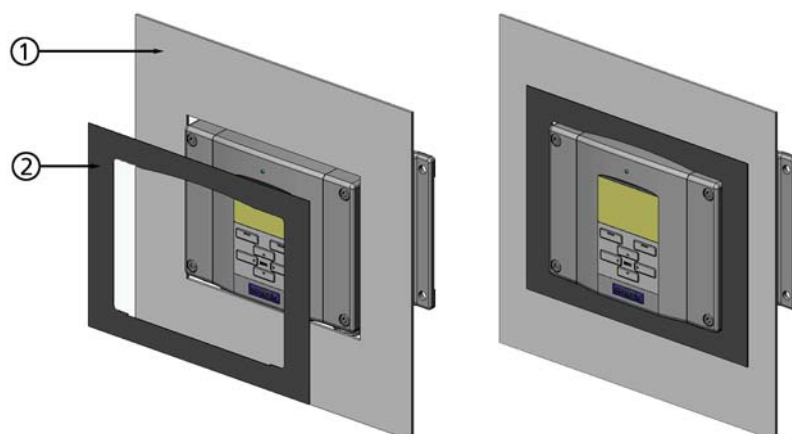

図 13 パネル取り付けフレーム
4. フレームの粘着テープから保護紙をはがし、フレームを気圧計まわりに取り付けます。次の図 13 をご覧下さい。
番号は 上の図 13に対応しています。